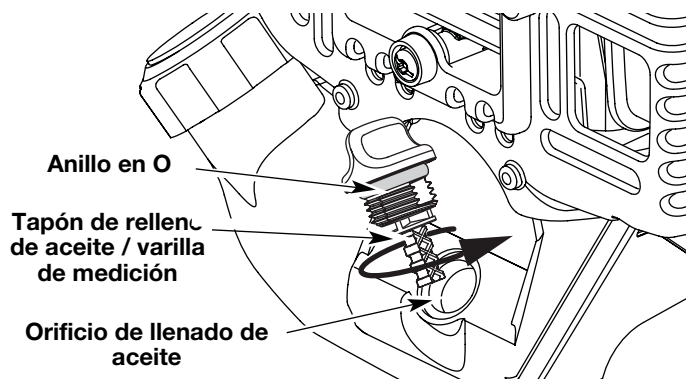

Fig. 25
6. Si el nivel está bajo, agregue una pequeña cantidad de aceite en el orificio de llenado de aceite y vuelva a medir (Fig. 25). Repita hasta que el nivel de aceite llegue hasta la parte superior de la varilla de medición.
**NOTA:** Verifique que el anillo en O esté en su lugar en el tapón de relleno de aceite / varilla de medición cuando mida y cambie el aceite (Fig. 25).